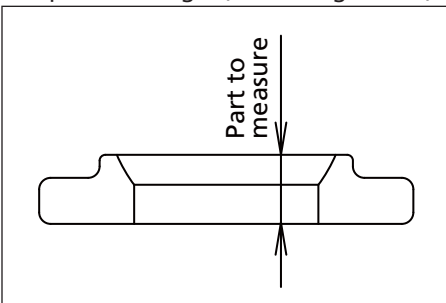

Figure 15
1. Lors de l'installation de la pompe, assurez-vous de connecter le fil de terre à la position spécifiée. Pour la position spécifiée pour connecter le fil de terre (voir figure 15).
Mesurez la cote illustrée ci-contre et, si elle est hors des limites de service, remplacez le siège. (Voir les figures 15).